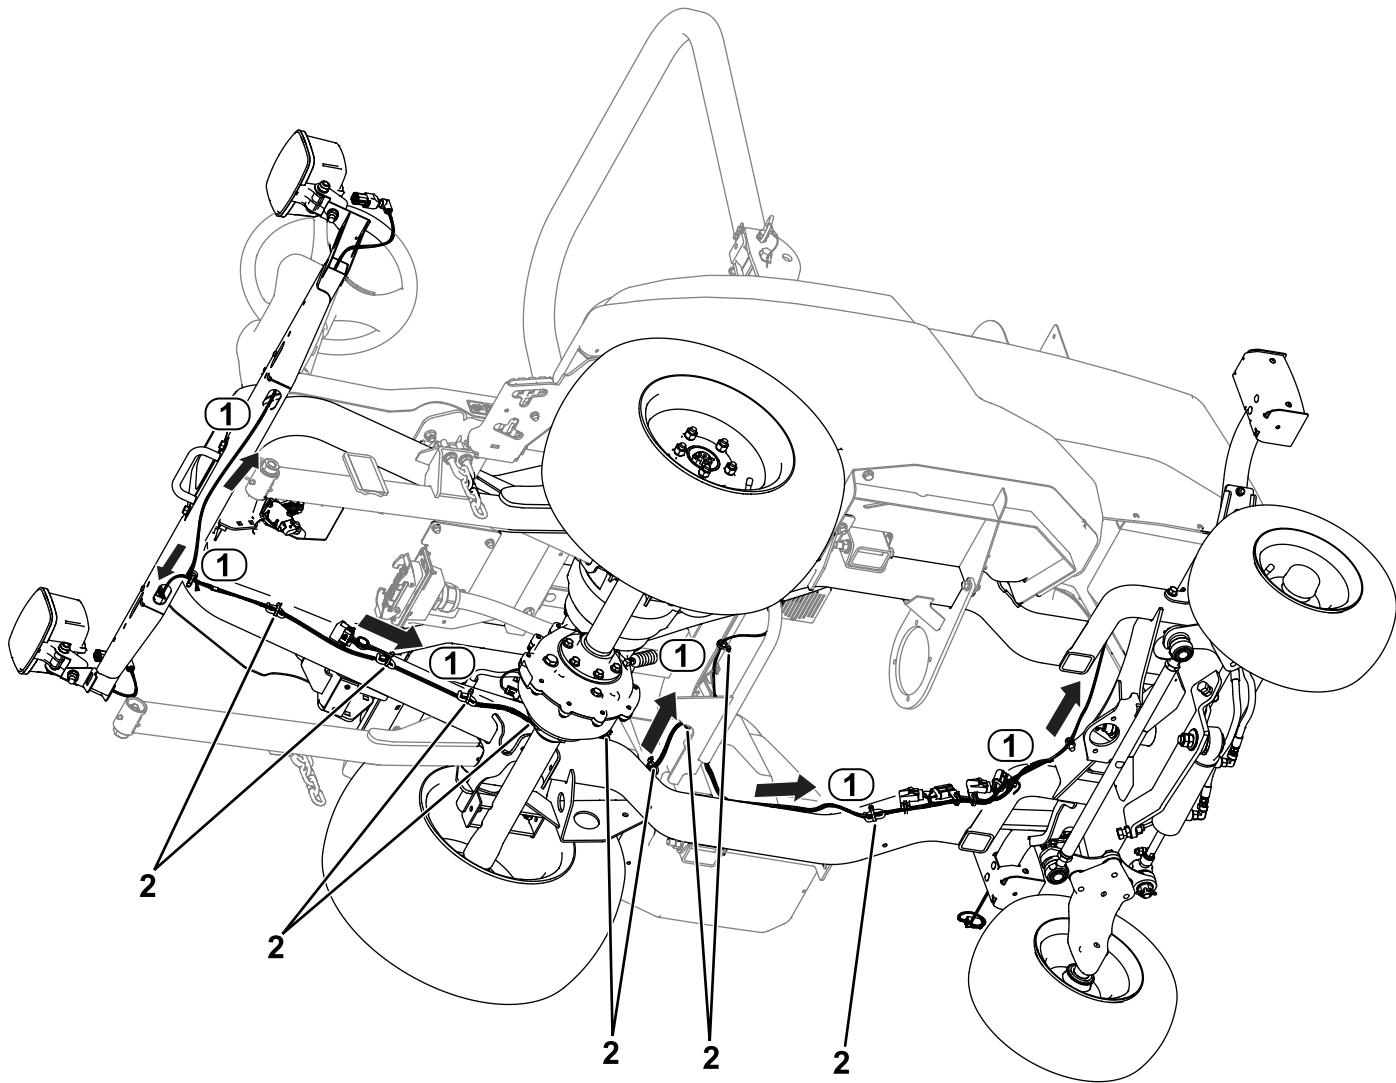

Bild 28
1. Verlegen Sie den mit LH SCHEINWERFER (P04) beschrifteten Kabelbaumstecker an der linken Seite der Maschine (Bild 28). Schließen Sie den Kabelbaum am Scheinwerfer an.
2. Verlegen Sie den mit RH SCHEINWERFER (P05) beschrifteten Kabelbaumstecker an der rechten Seite der Maschine (Bild 28). Schließen Sie den Kabelbaum am Scheinwerfer an.
3. Verlegen Sie den mit LH RÜCKLICHT (P01) beschrifteten Kabelbaumstecker an der hinteren linken Seite der Maschine (Bild 28).
4. Verlegen Sie den mit RH RÜCKLICHT (P02) beschrifteten Kabelbaumstecker an der hinteren rechten Seite der Maschine (Bild 28).
7. Schließen Sie den mit LH RÜCKLICHT (P01) beschrifteten Kabelbaumstecker am Rücklicht an (Bild 28).
8. Schließen Sie den mit RH RÜCKLICHT (P02) beschrifteten Kabelbaumstecker am Rücklicht an (Bild 28).
15. Befestigen Sie die Kabelbinder am Kabelbaum, wie in Bild 28 abgebildet.